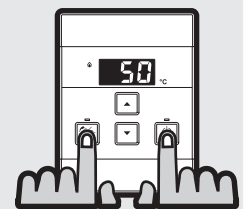

Fig. 3
STEP 1: Solo sul comando 'Master', premere e mantenere premuti contemporaneamente i tasti 'Priority' e 'On/Off' (Fig.3) per circa 5 secondi, fino a quando il comando emette un 'beep'.